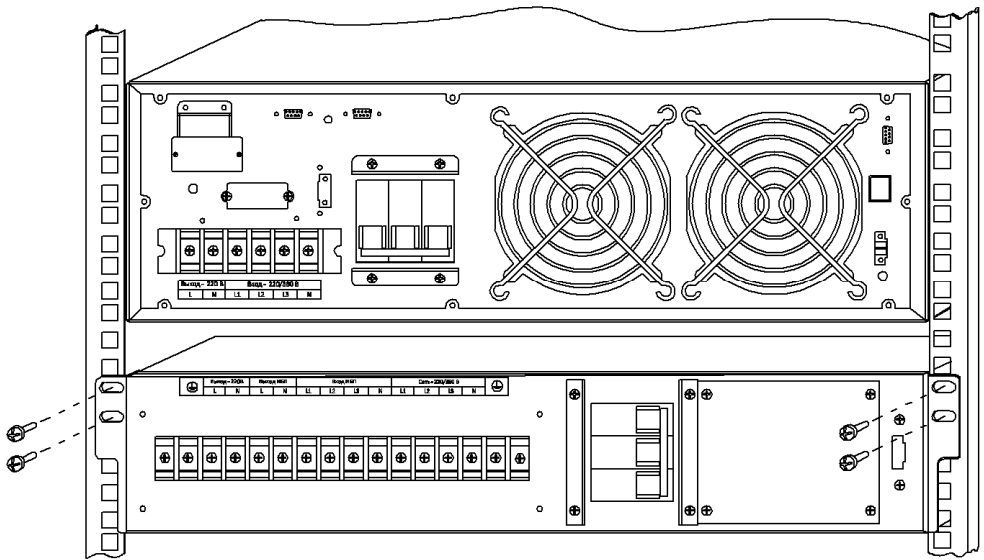

Рисунок 3 – Порядок установки модуля MBS 3/1 10K в стандартный шкаф или стойку для телекоммуникационного оборудования шириной 19 дюймов
7.1.3 Установку модуля в шкаф следует производить в следующей последовательности (рисунок 3):